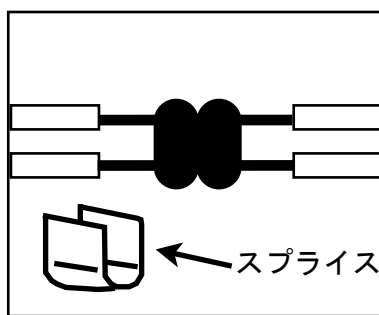

図2-2-2
- 3: 接続する配線を縛り合わせます。(図2-2-2)
- 4: 縛った配線の上からスプライスでしっかりとかしめます。(図2-2-2)